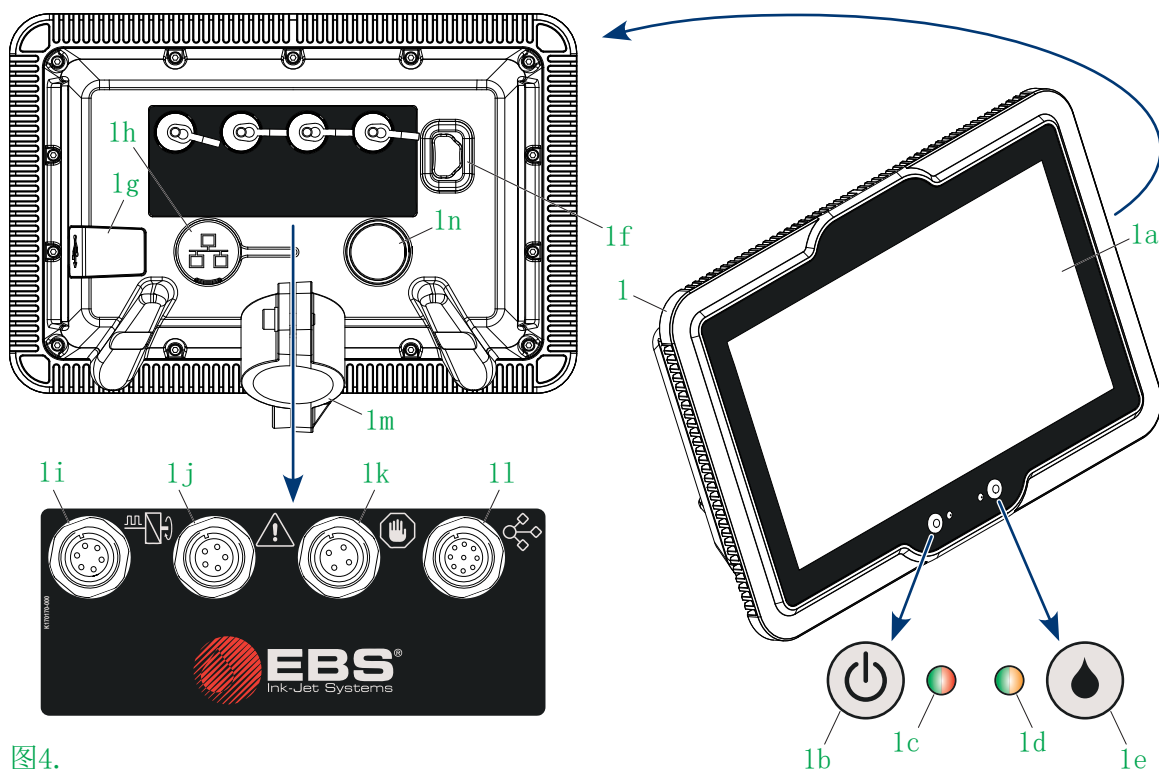
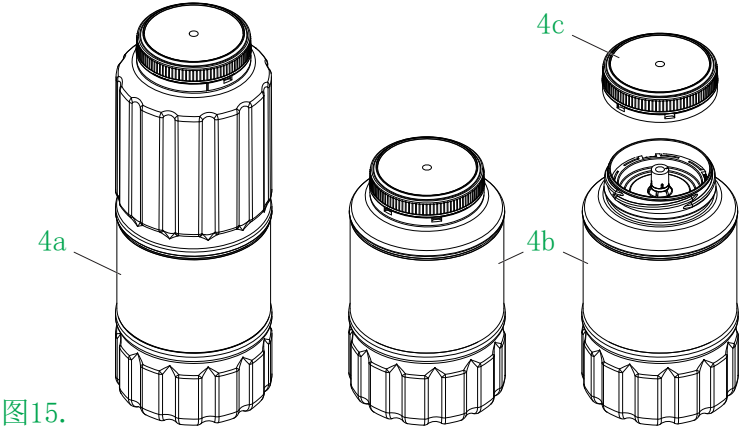

图4.
图15.
将适用的USB存储装置连接至USB接口1g（见 图4）可以：
转速传感器（编码器）的用途是测量工厂传送带上喷标物件的移动速度。使用编码器，喷印速度可以根据传送带上物件的不同速度进行调整。编码器应连接至输入口1i（见图4页图15）。
状态指示灯是喷码机机状态的外部信号器，为的是让人从远处可以看到。状态指示灯应连接至输出口1j（见图4页图15）。
如果出现错误无法喷印，**PicAS® II** EBS-1600喷码机提供工厂传送带停运的选项。使用该选项时，需将工厂传送带连接至输出口1k（见图4页图15）。
太网也可以用来传输通过通讯端口类子项目  /  喷印的数据。以太网接口1h（见图4页图15）是一个RJ45型接口。
尽管连接光电探头的六针插口2k和控制器上连接转速传感器（见图4页图15）的六针插口1i一样，但是编码器连接到集成喷头的插口2k上是无法工作的。
- 1升（4a；见图15），